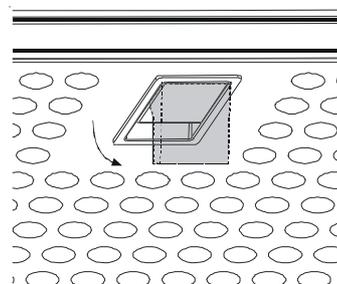

Рис. 4
- Сначала надавите на защелку металлического жирового фильтра назад, а затем вытяните фильтр вниз, **рис. 4**.